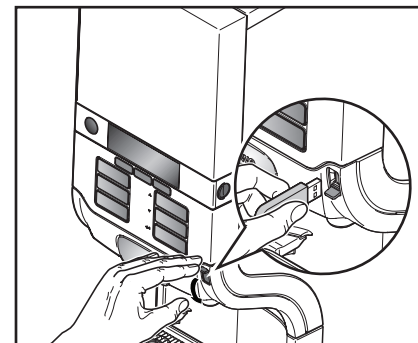

Bild 23
3. Tryck en gång till på knappen CLEAR/ERROR för att låsa upp apparaten och frigöra serveringsfunktionen igen (bild 23).
- Stick i UBS-nyckeln i USB-porten på apparaten så att tillfällig servering kan ske (bild 23).